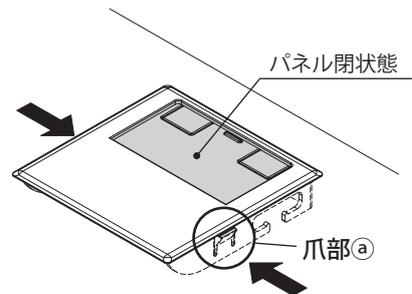

図 12
2. ラックの内側から爪部③(2か所)を押して、パネルを上を持ち上げてください。(図 12)